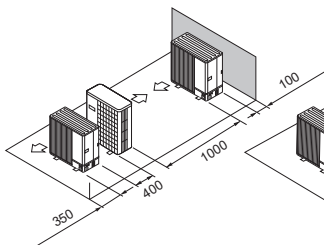

Abb. 2-16
- (5) Einzelanlagen in paralleler Anordnung (Abb. 2-16)